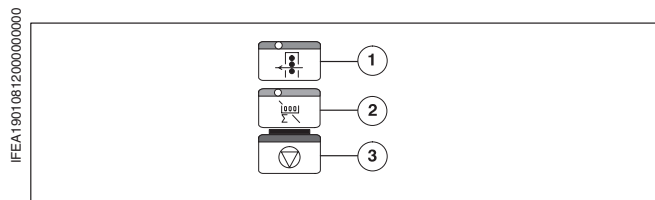

Рис. 60
- ❶ Удалить лист, приведший к остановке бумаги и частично пронумерованный лист.
- ❷ При использовании нескольких нумераторных головок по окружности проверить, какие нумераторные головки уже были включены.
- ❸ При необходимости откорректировать настройку включенных нумераторных головок карандашом.
- ❹ При необходимости вложить макулатурный лист.
- ❺ Нажать на клавишу *Счетчик макулатурных листов* (Рис. 60/❷) и проверить отпечаток.
- ❻ Снова нажать на клавишу *Счетчик макулатурных листов* и продолжить печать тиража.